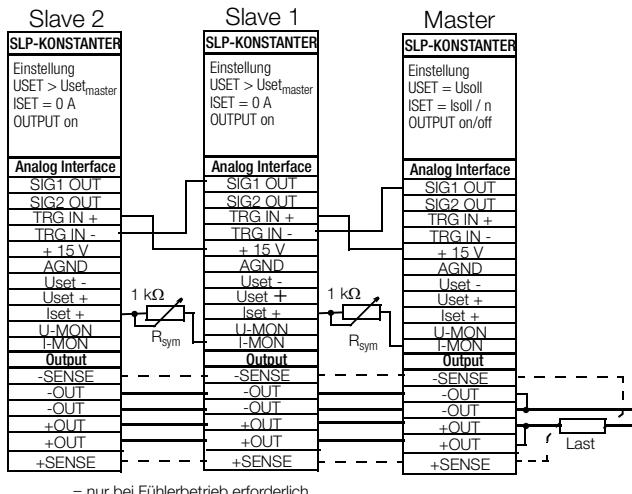

Bild 5.8.2 Verdrahtung für Master-Slave-Parallelschaltung
- **Verkoppeln** Sie **Master-** und **Slave-Gerät(e)** wie in Bild 5.8.2 dargestellt.